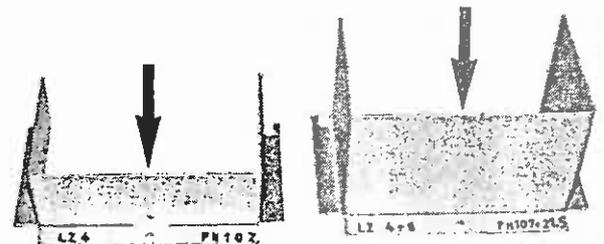

Bild 43
6. Führungswinkel (Bild 43/Pfeile) entsprechend der Lagenzahl einsetzen.